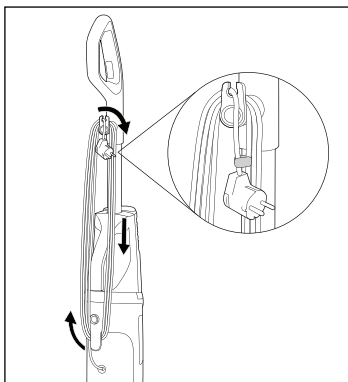

Abb. 3
- ♦ Wickeln Sie das Netzkabel **17** vollständig um die Kabelhalter oben und unten **16/20** (siehe Abb. 3).